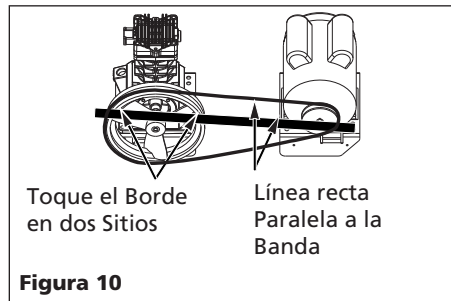

Figura 10
4. Para alinear la banda, coloque un objeto recto que toque dos puntos del volante (Vea la Figura 10).